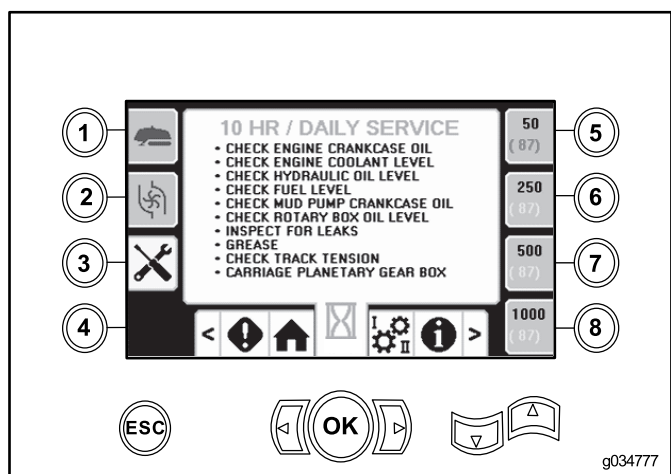

Рисунок 50
- Кнопка 3–10 часов/ежедневно (Рисунок 50)